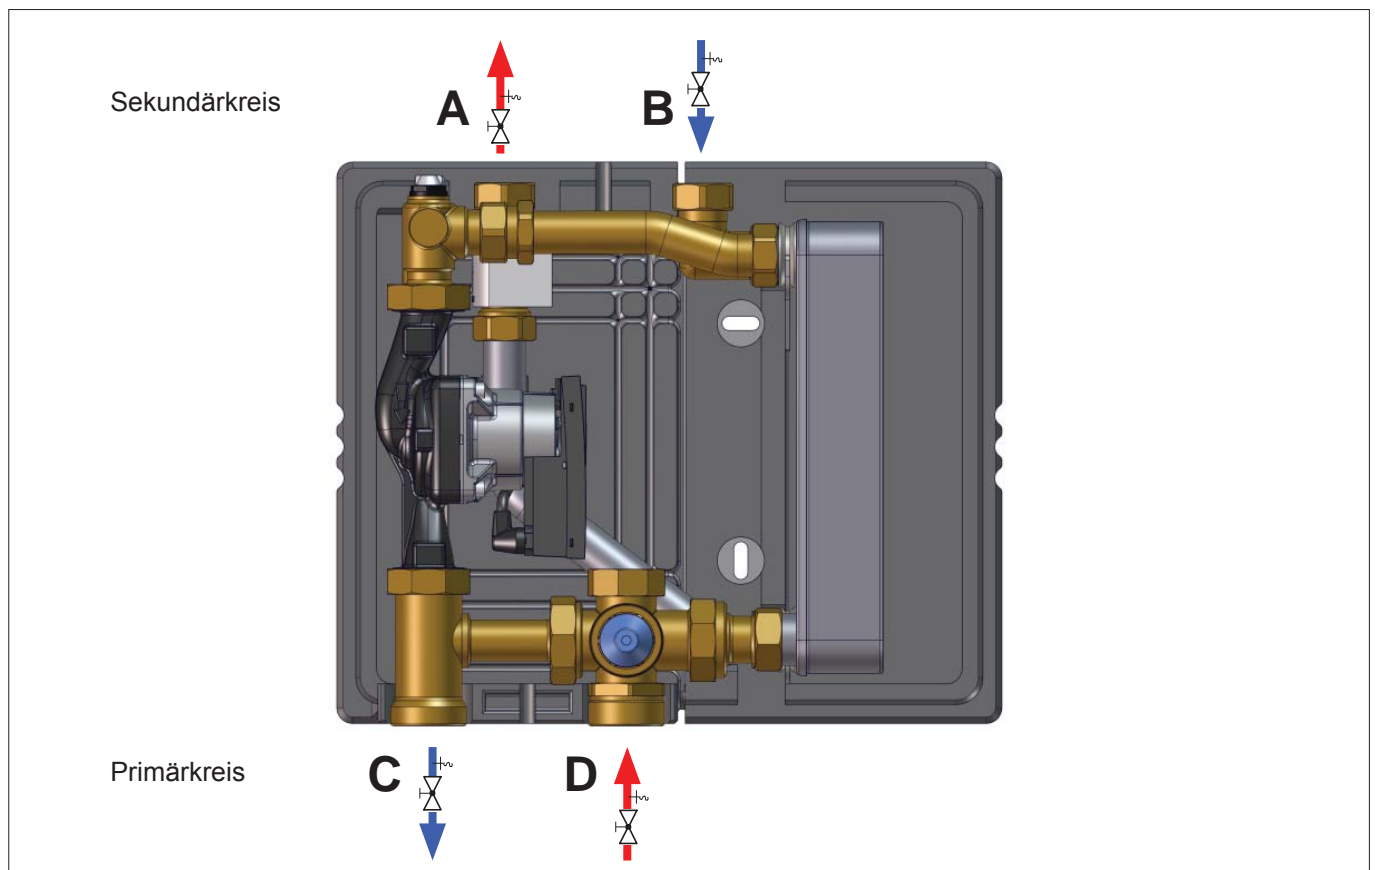

Abb. 5: Friwa Compact anschließen
1. Öffnen Sie langsam die Absperrhähne (Pos. C+D, Abb. 5 auf Seite 11) des Primärkreises.
4. Öffnen Sie langsam die Absperrhähne (Pos. A+B, Abb. 5 auf Seite 11) des Sekundärkreises.
3. Schließen Sie die Absperrhähne der Vor- und Rücklaufleitungen (Abb. 5 auf Seite 11).
5. Öffnen Sie **langsam** die Absperrhähne der Vor- und Rücklaufleitungen (Abb. 5 auf Seite 11).
5. Öffnen Sie **langsam** alle Absperrhähne der Vor- und Rücklaufleitungen (Abb. 5 auf Seite 11).